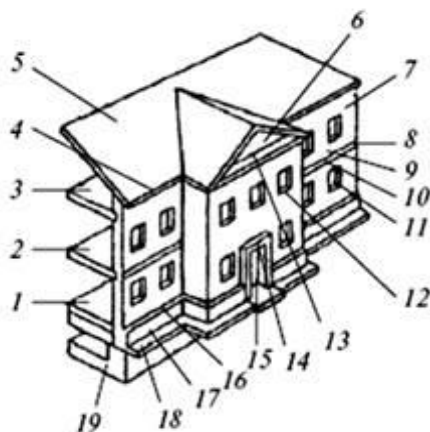

Рис.1
**17. Запишите составные части здания (см.рис.1)**